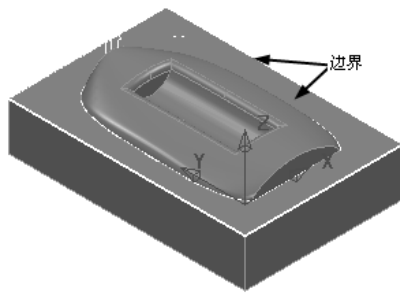

图 3-102 创建的边界 4
3) 在“查看”工具栏上单击“普通阴影”按钮和“毛坯”按钮，隐藏毛坯后边界结果如图 3-102 所示。